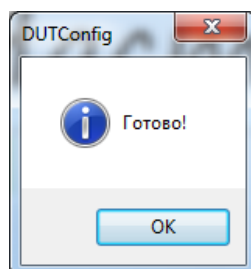

Рисунок 18 – Калибровка завершена
11. Отсоединить щуп и дождаться сообщения программы об окончании калибровки (рис. 18).